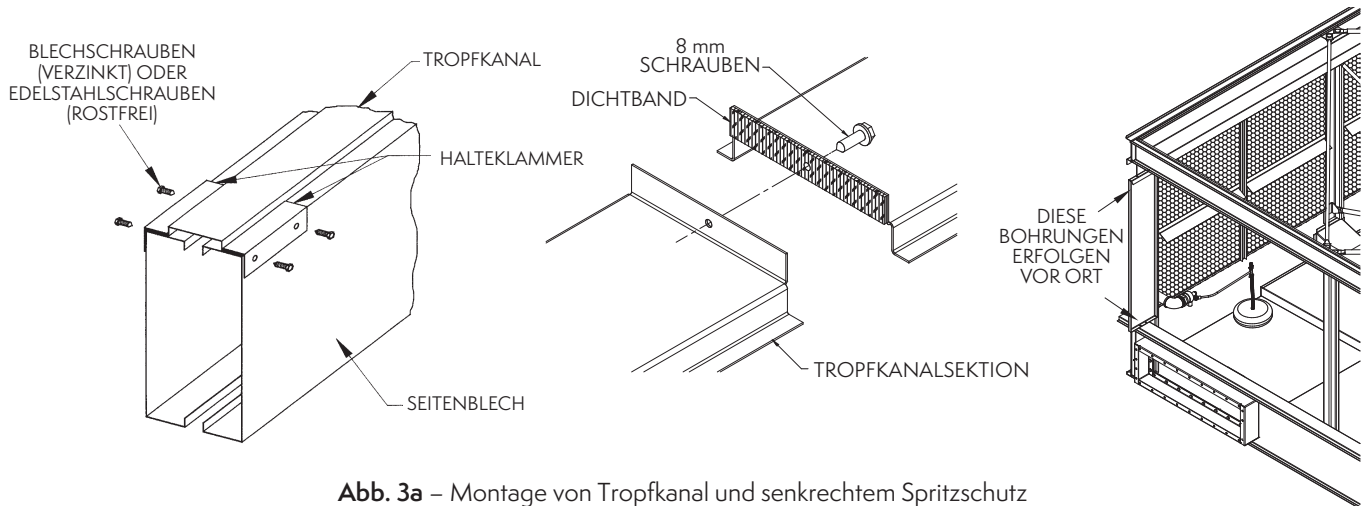

Abb. 3a – Montage von Tropfkanal und senkrechtem Spritzschutz
2. Bringen Sie eine einzelne Lage Dichtband auf dem Gegenflansch des Tropfkanals an (wie in **Abb. 3a** dargestellt). Eine durchgehende Verbindung der Kanäle schaffen Sie, indem Sie eine selbstschneidende 5/16" (8 mm) Schraube durch das Tropfkanalende mit dem größeren Bohrloch in das Tropfkanalende mit dem kleineren Bohrloch drehen. Bei Edelstahlaggregaten werden 5/16" (8 mm) Edelstahlschrauben- und Muttern verwendet.
3. Bringen Sie Dichtband an der Unterseite des vertikalen Spritzschutzes an. Setzen Sie das senkrechte Spritzschutzblech in den Winkel zwischen den senkrechten Halterungen. Bei verzinkten Aggregaten wird der senkrechte Spritzschutz mithilfe von selbstschneidenden 5/16" (8 mm) Schrauben befestigt; bei Edelstahlausführungen werden 5/16" (8 mm) Edelstahlschrauben- und Muttern verwendet (siehe **Abb. 3a**).